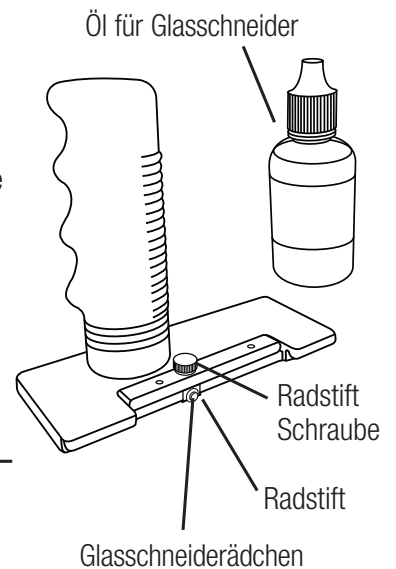

Abb. 42
2. Schieben Sie die Führungsschienenstopps zum Ende der Schiene oder entfernen Sie sie (**Abb. 42**).